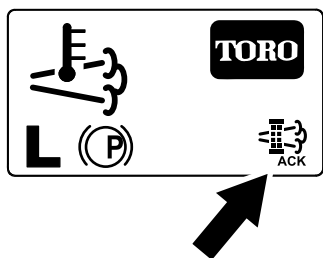

Рисунок 66
8. В ходе процесса регенерации дисплей инфо-центра показывает главный экран и в правом нижнем углу экрана отображается значок подтверждения регенерации (Рисунок 66).